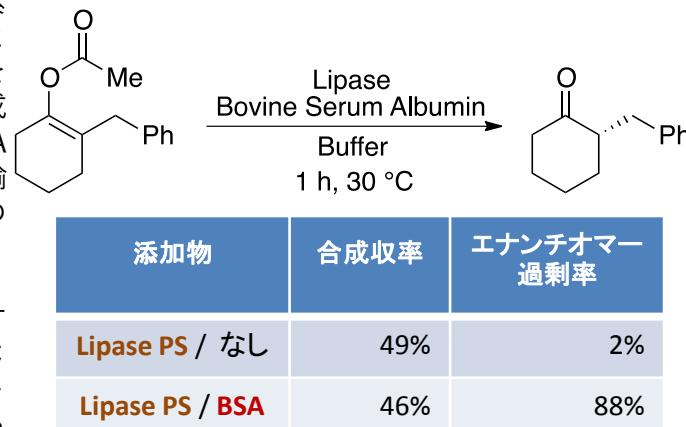

図1 エノールエステルの酵素加水分解
- エノールエステルをリパーゼ注1)により酵素加水分解すると得られるケトンはラセミ体になりますが、ウシ血清アルブミン（BSA）を添加することにより光学活性なケトンが生成することを明らかにしました（図1）。BSAは、各種の有機化合物を結合し、血液中を輸送するタンパク質です。結合部位が、酵素の活性部位のような反応場を提供することで、光学活性体が生成したと考えられます。